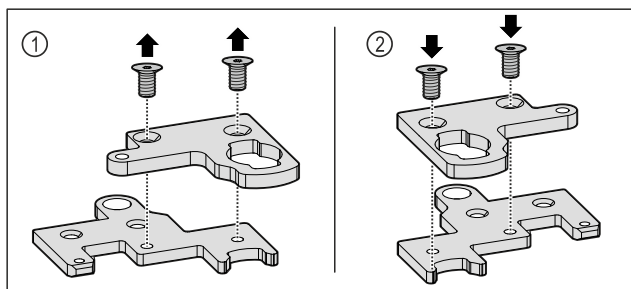

Fig. 35
- Désassembler l'angle de la charnière en deux parties. Fig. 35 (1)
- Remonter l'angle de la charnière en deux parties en le faisant pivoter de 180° (180°). Fig. 35 (2)